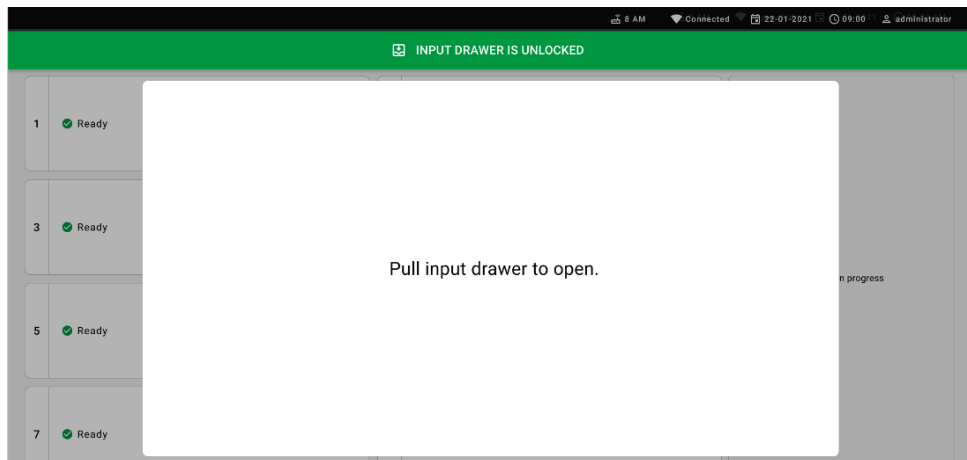

Figura 55. Dialog pentru deschiderea sertarului de introducere.
6. Când vi se solicită acest lucru, trageți sertarul de introducere pentru a-l deschide (Figura 55).